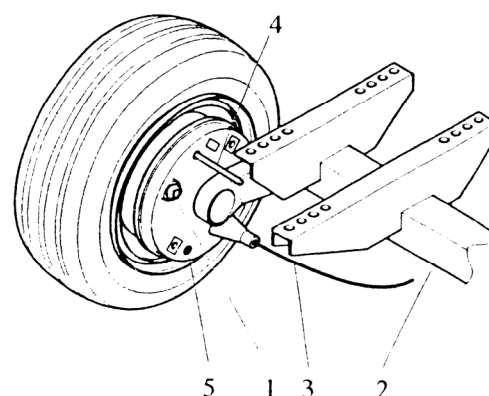

Fig. 5.5 Ajuste de las zapatas de freno
Levante y apoye el compresor. Asegúrese de que todos los frenos estén quitados. (freno de sobrevelocidad y palanca del freno de mano). Los cables de los frenos deben estar libres de tensión. Bloquee las levas pivotantes del freno de la rueda desde el exterior por medio de un pasador de ϕ 4 mm (4) a través del orificio que se muestra en la Fig. 5.5.